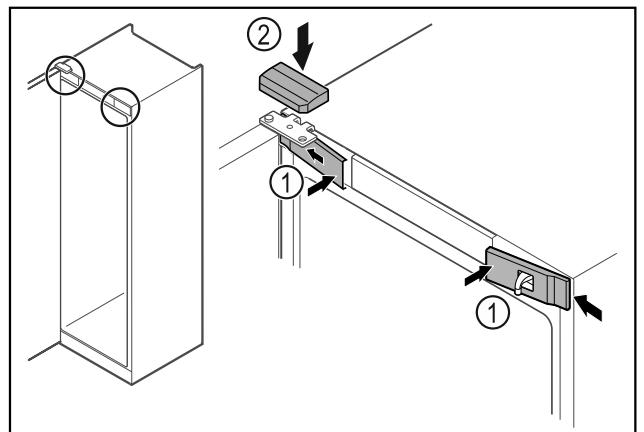

Fig. 50
- ▶ Agganciare le coperture anteriori Fig. 50 (1) di lato e innestarle.
- ▶ Innestare la copertura superiore Fig. 50 (2) dall'alto.